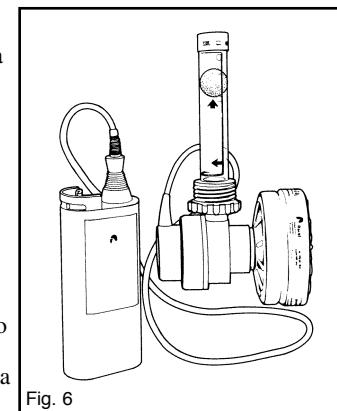

Fig. 6
2. Introduzca la base del indicador de flujo en la salida lateral de la unidad de filtración/ventilación. (Fig. 6) Gire el interruptor de la batería en la posición de ENCENDIDO.
El Filtro SP3 de 3M usado en el Sistema Powerflow™ 3M™ debe cambiarse cuando esté saturado, indicado mediante un flujo de aire bajo durante la Prueba de funcionamiento hecha por el usuario. (Fig. 6) Revise con frecuencia su sistema con el indicador de flujo de aire suministrado y apéguese a los requerimientos de flujo del sistema 3M. La vida del filtro variará según la concentración de los contaminantes en forma de partículas. Debe desechar los filtros usados de acuerdo con las leyes y regulaciones federales, estatales y locales aplicables.